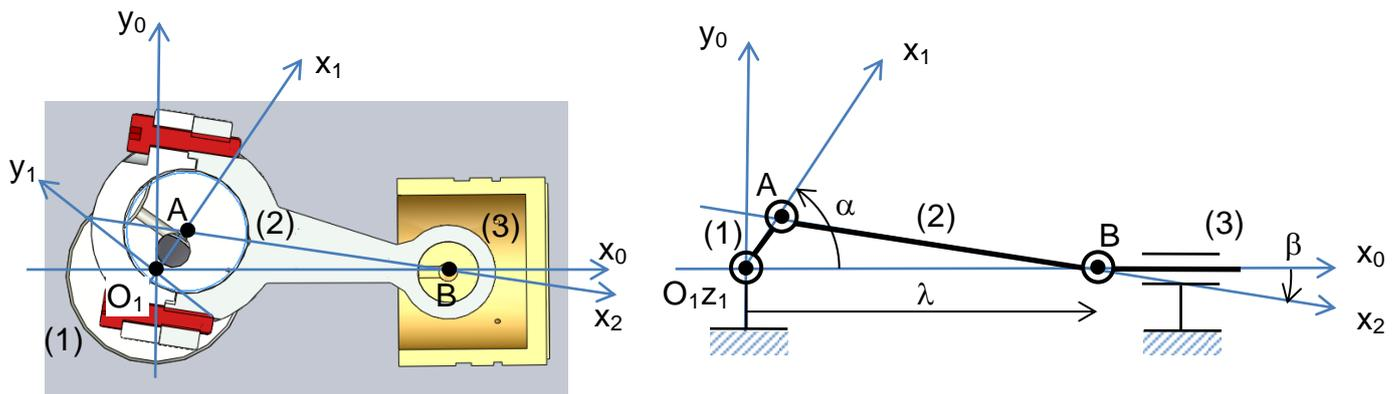

Figure 5
On donne l'ordre de grandeur de l'effort de compression maximal sur le piston (3) qui correspond à l'ordre de grandeur de l'effort de (2) sur (1) au niveau du palier en A (figure 5) : $F_c=500\text{N}$